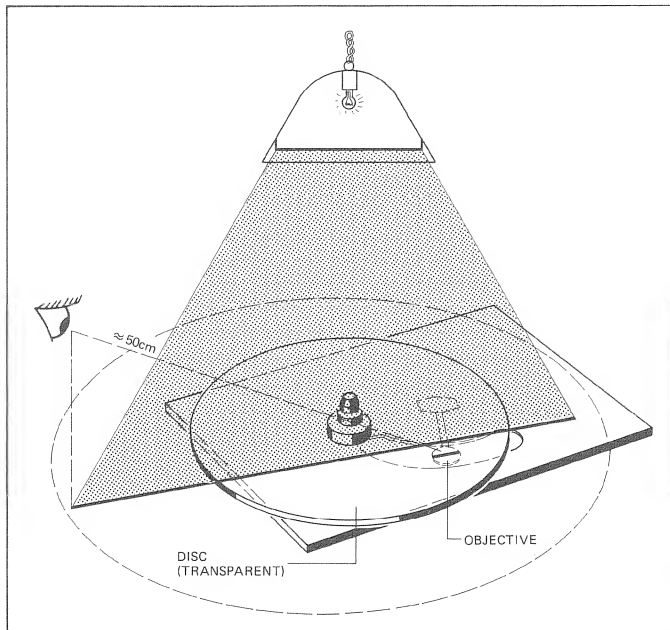

Fig. 4.21
- Laufwerk so aufstellen, dass die Lichtquelle einen 90°-Winkel zum Abtasterarm bildet (siehe Fig. 4.21).